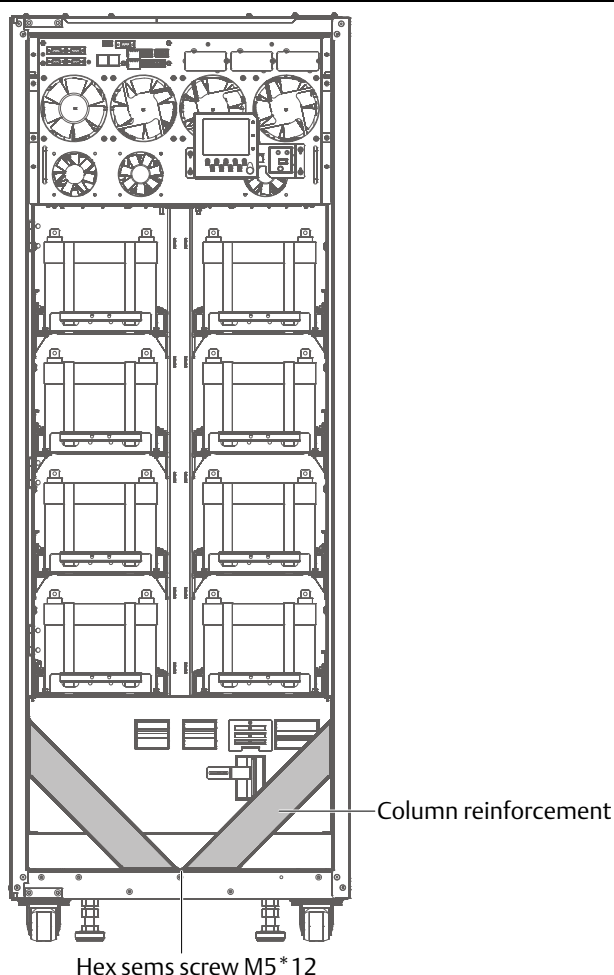

Figure 8-11 Монтаж арматуры колонны (вид спереди)
8. Закройте крышку батарейного отсека, затем установите крышку переключателя, а затем используя гекс. винты SEMS M5*12 (4 шт.) закрепите арматуру колонны на нижнем левом / правом углу шкафа, как показано на Figure 8-11.